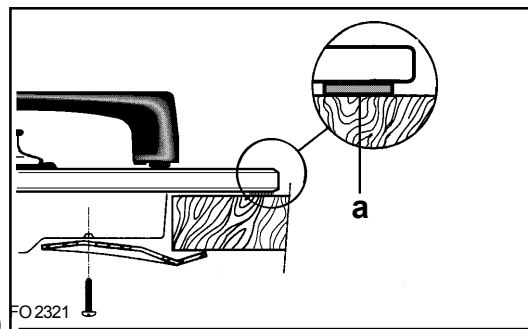

Fig. 10
- 2) insérez la table dans le meuble (Fig. 10) et fixez la table au meuble à l'aide des pattes de serrage prévues à cet effet (Fig. 10).